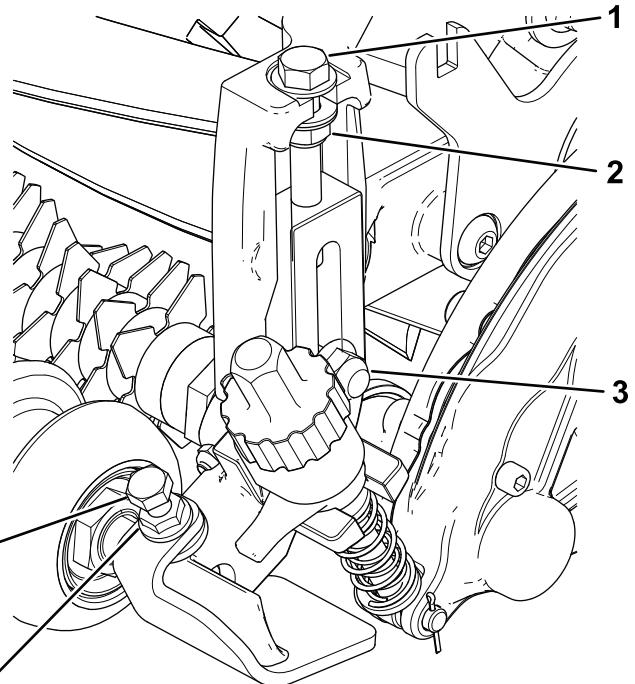

Figura 13
4. Apriete los pernos de cuello cuadrado y las contratuercas que sujetan los conjuntos de soporte ADC a las chapas laterales (Figura 13).
- 5. Apriete la contratuerca del perno de ajuste de la altura de corte y, a continuación, afloje la tuerca 1/2 vuelta (Figura 13).
- 6. Centre el rodillo delantero entre los conjuntos de soporte ADC y bloquéelo con los tornillos y las tuercas con arandela prensada (Figura 13).